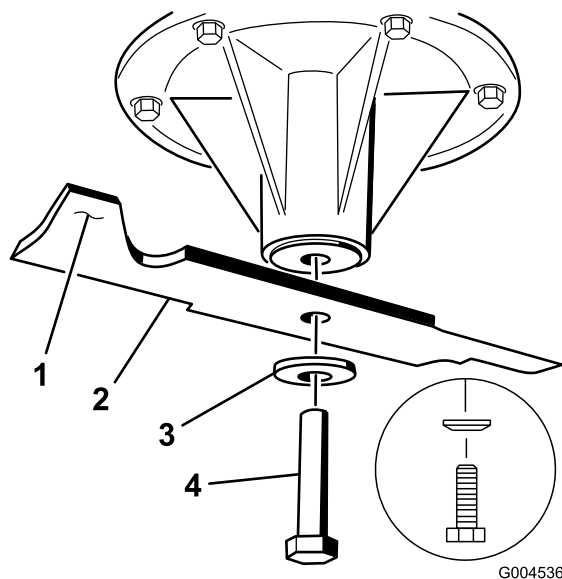
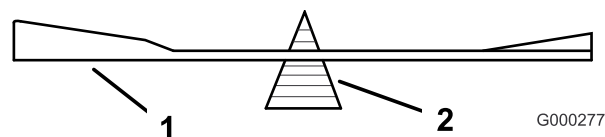

Figure 77
Figure 79
2. Enlevez de l'axe, le boulon, la rondelle bombée et la lame (Figure 77).
2. Vérifiez l'équilibre de la lame en la plaçant sur un équilibreur (Figure 79). Si la lame reste horizontale, elle est équilibrée et peut être utilisée. Si la lame est déséquilibrée, limez un peu l'extrémité de la partie relevée seulement (Figure 77). Répétez cette procédure jusqu'à ce que la lame soit équilibrée.